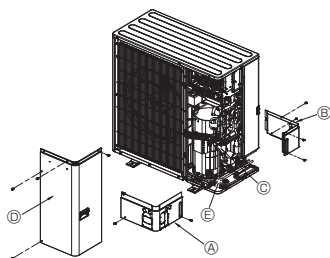

Fig. 4-3
4.3. Potrubí chladicího média (Fig. 4-3)